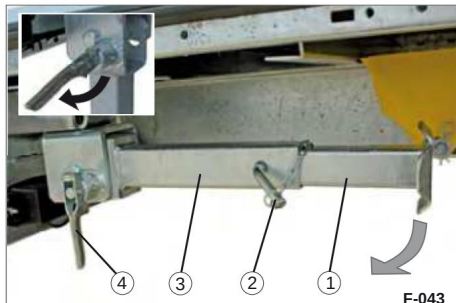

Fig. 62 Udfoldning af den foldbare støtte
• Træk i fjederlåsen (fig. 62/4).
Den klappelige støtte (fig. 62/3) er låst op.
• Slip fjederlåsen (fig. 62/4).